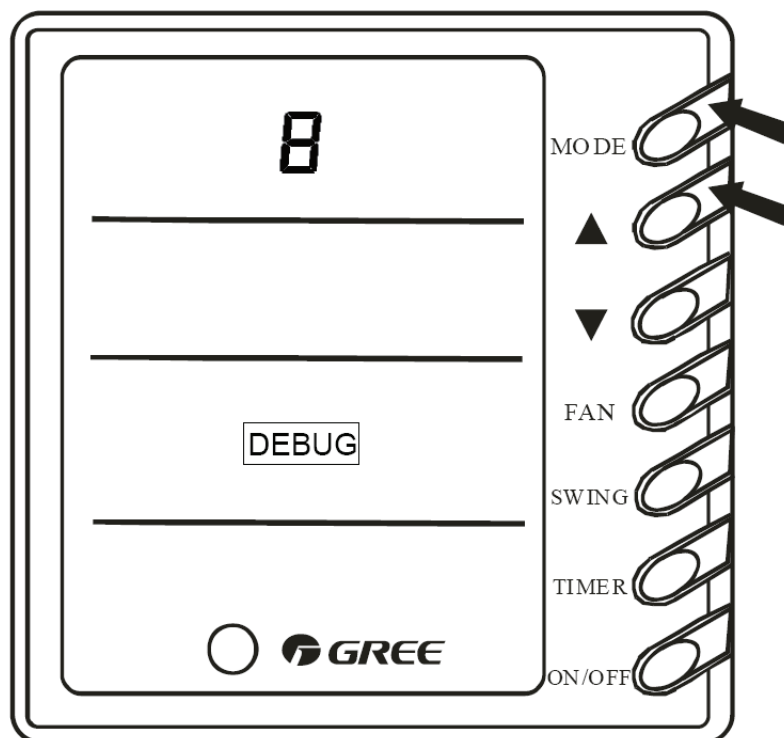

Fig 11
3.4.14 Inställning av adresskod för trådbunden kontroll. (Fig. 11)